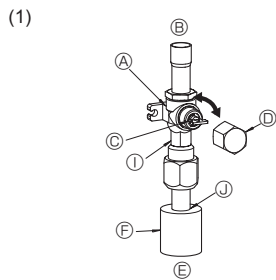
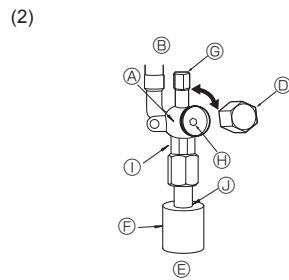

Fig. 4-6
Fig. 4-7
(1) Lado de gas (Fig. 4-6)
- ① Quite la tapa, tire de la manivela hacia usted y gire 1/4 de vuelta hacia la izquierda para abrirla.
- ② Cerciórese de que la válvula de parada esté completamente abierta, empuje la manivela y enrosque la tapa en su posición original.
(2) Lado de líquido (Fig. 4-7)
- ① Abra la tapa y gire la varilla de válvula hacia la izquierda hasta su tope, utilizando una llave hexagonal de 4 mm. Deje de girar cuando llega al tope. (ø9,52: Aproximadamente 10 revoluciones)